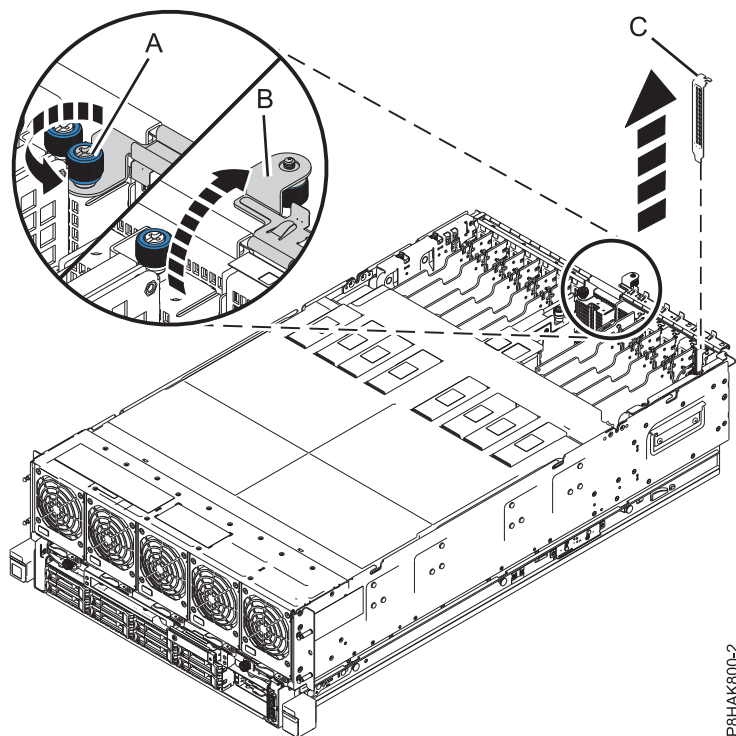

Figura 3. Remover um preenchimento de uma ranhura do adaptador PCIe no sistema 8408-44E ou 8408-E8E
- a. Desaparafuse o parafuso de aperto manual da calha de retenção de E/S até este ficar totalmente solto. Consulte **(A)** na Figura 3 na página 6.
- b. Abra a calha de retenção de E/S rodando-a para cima e para fora do sistema. Consulte **(B)** na Figura 3 na página 6.
- c. Para remover o preenchimento, segure no preenchimento **(C)** com cuidado pela respectiva extremidade superior ou pelo contraponto e remova-o do sistema. Consulte a Figura 3 na página 6.